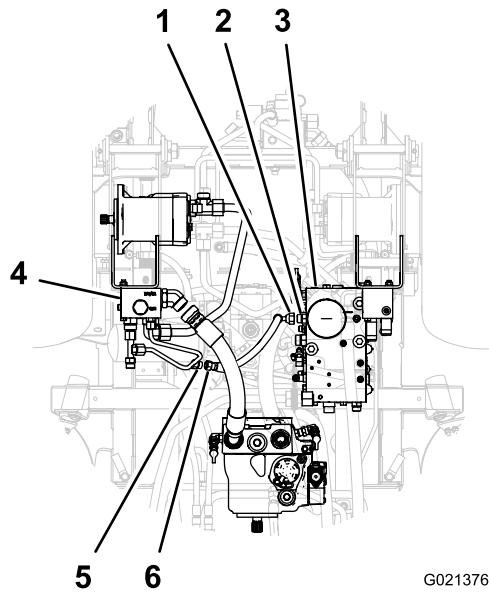

Figure 12
1. Alignez le raccord droit du flexible de retour sur le raccord fileté du collecteur de tube (Figure 12).
2. Alignez le raccord à 90° flexible de retour sur le raccord fileté du collecteur combiné (Figure 12).